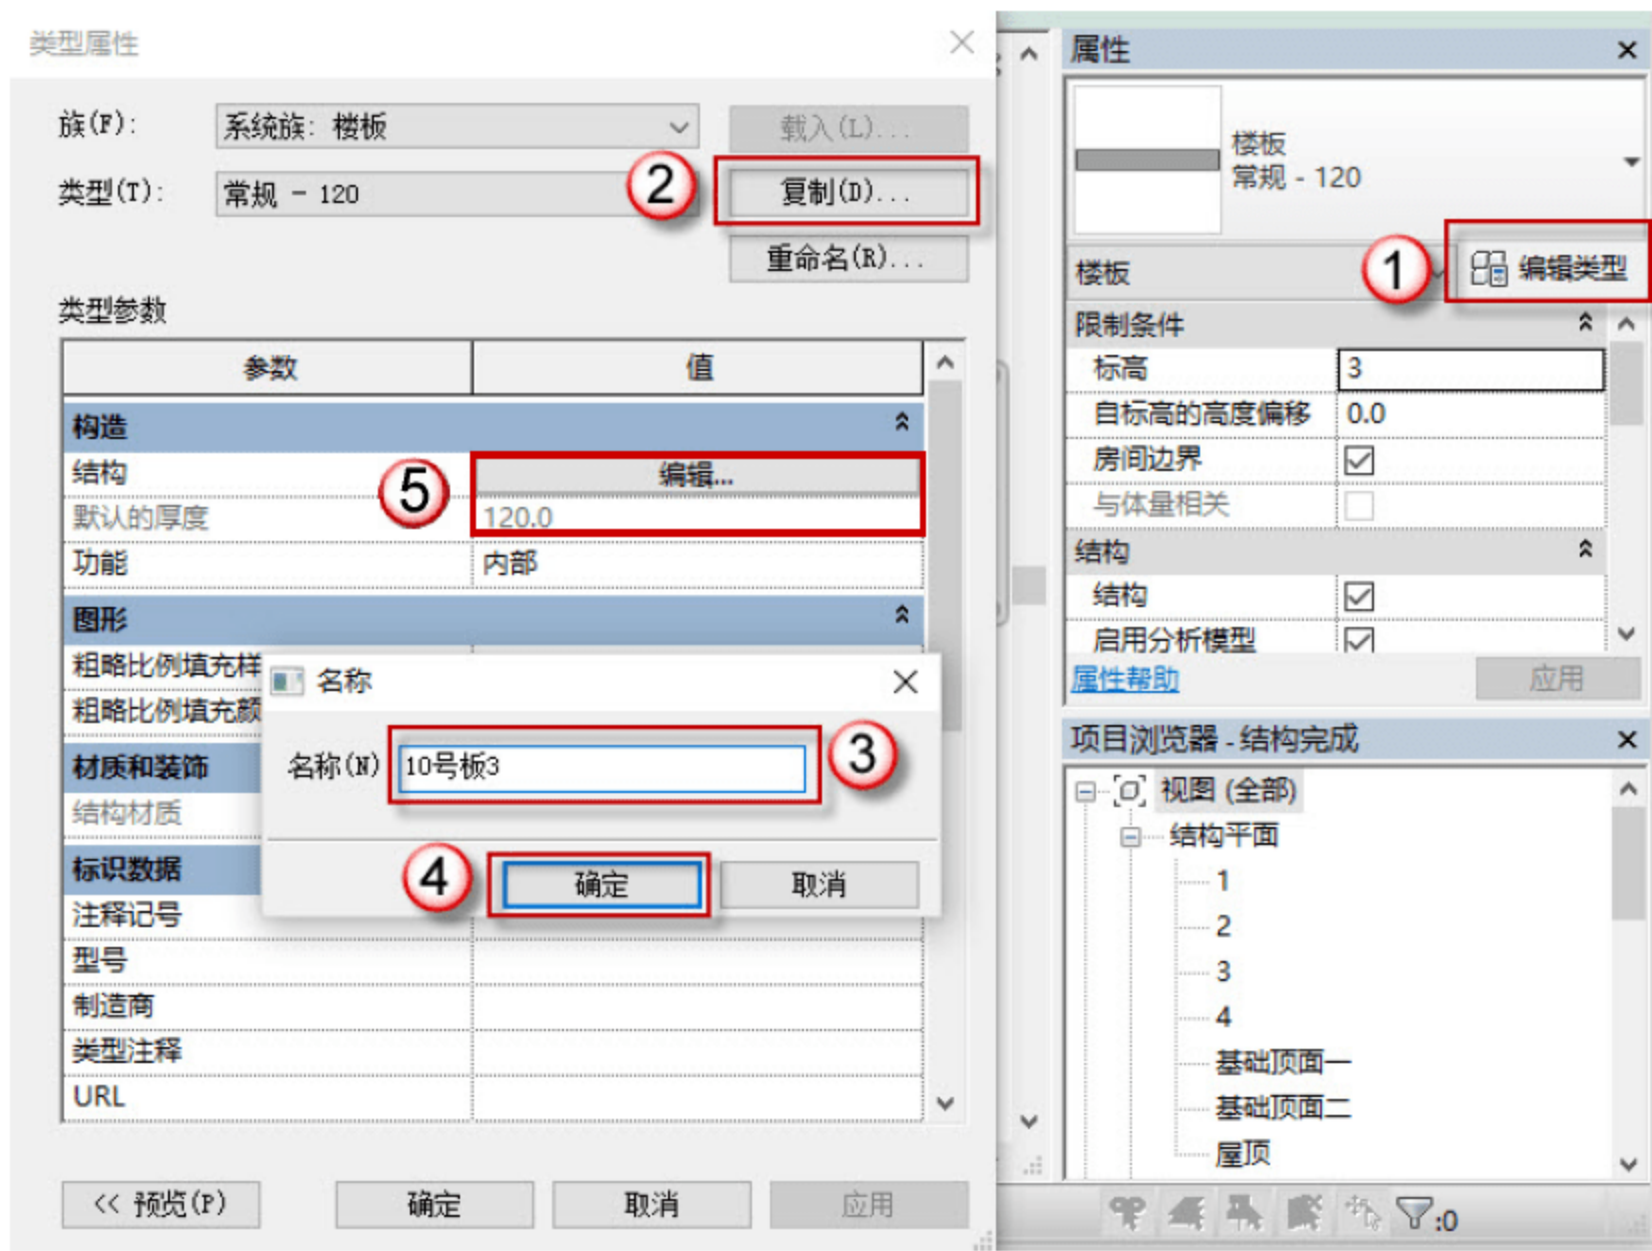

图 4.4.31 修改 10 号板
(11) 修改 10 号板，选中 10 号板，单击“编辑类型”按钮，在弹出的对话框中，单击“复制”按钮，在弹出的对话框中命名为“10 号板 3”，单击“确定”按钮。单击“编辑”按钮，修改板厚 120，如图 4.4.31 所示。